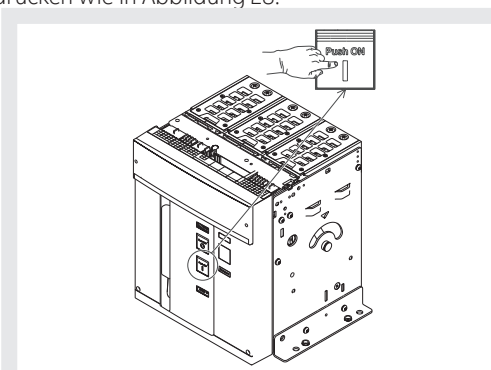

Abbildung 28
4. Einschalten - Die Einschalttaste "I - Push ON" drücken wie in Abbildung 28.